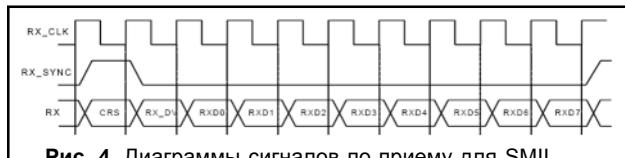

Рис. 4. Диаграммы сигналов по приему для SMII.
- Диаграммы сигналов по приему приведены на рис. 4.